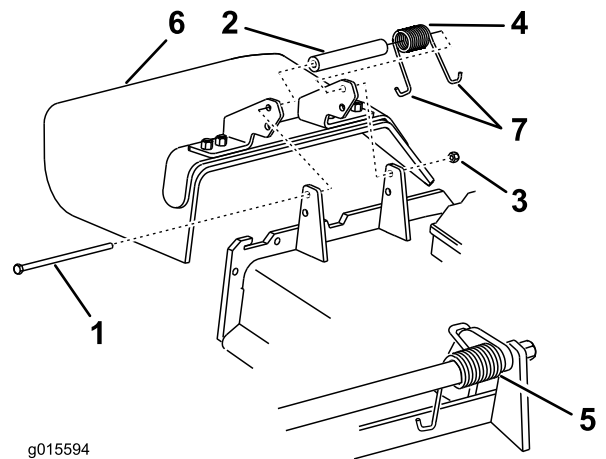

Figure 104
**Remarque:** Prenez soin de placer une extrémité en J du ressort derrière le bord du plateau avant de mettre le boulon en place, comme indiqué à la Figure 104.
3. Remettez le boulon et l'écrou en place. Accrochez une extrémité en J du ressort au déflecteur d'herbe (Figure 104).
1. Retirez le contre-écrou, le boulon, le ressort et l'entretoise qui fixent le déflecteur aux supports de pivot (Figure 104). Déposez le déflecteur d'herbe s'il est endommagé ou usé.